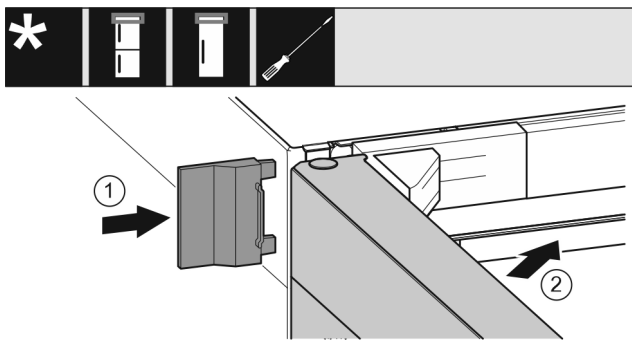

Fig. 24
- ▶ Tolja fel a külső fedelet. Fig. 24 (1)
- ▶ Csupkja be a felső ajtót. Fig. 24 (2)